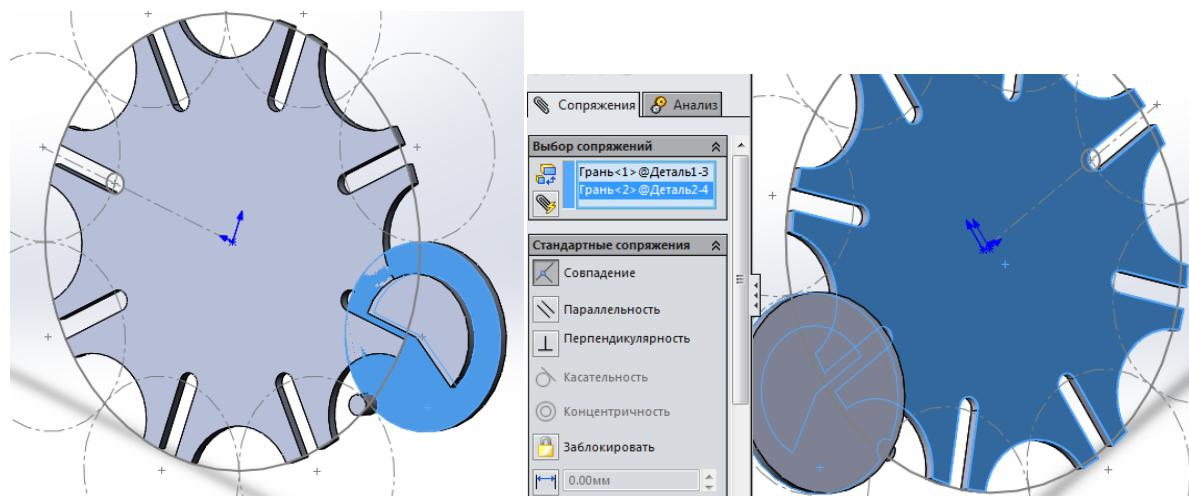

Рис. 6.9. Накладання спряження **Співпадіння**
2.1. Встановіть спряження **Співпадіння** для поверхонь деталей «Зірка» та «Поводок», як показано на рис. 6.9.
2.6. Встановіть спряження **Співпадіння** для поверхонь деталей «Зірка» та «Поводок», по аналогії до рис. 6.9.